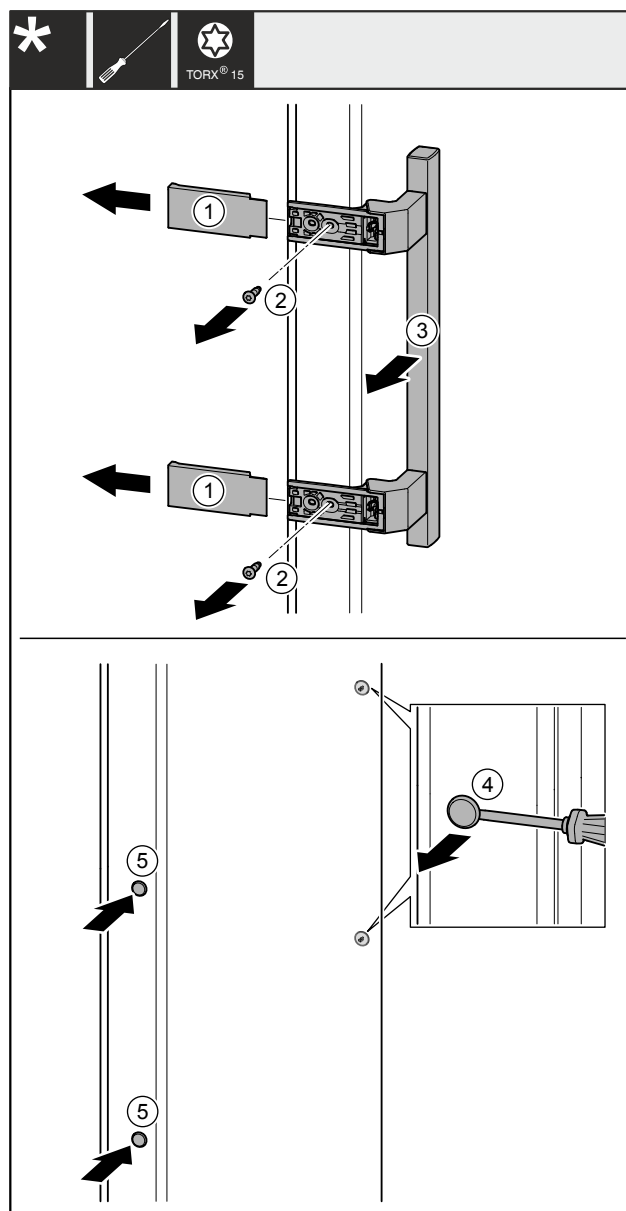

Fig. 40
- ▶ Снимите крышки *Fig. 40 (1)*.
- ▶ Выкрутите винты *Fig. 40 (2)* отверткой.
- ▶ Снимите ручку *Fig. 40 (3)*.
- ▶ Осторожно приподнимите шлицевой отверткой боковую заглушку *Fig. 40 (4)* и извлеките ее.
- ▶ Снова установите заглушку *Fig. 40 (5)* с другой стороны.